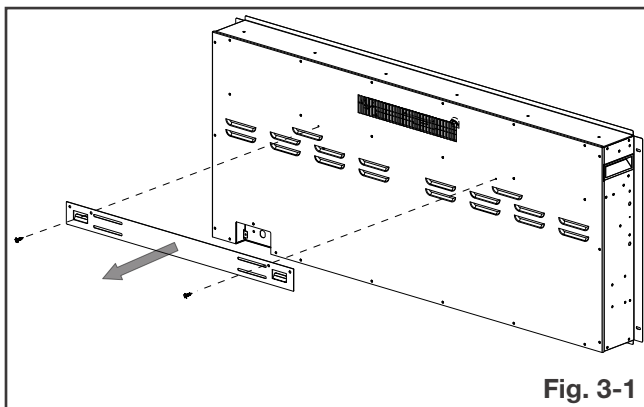

Fig. 3-1
- D. Placez l'appareil face vers le bas sur une surface doux et non-abrasive. Retirez le support de montage de l'arrière de l'appareil en retirant les deux vis (**Fig. 3-1**). Mettez de côté le support et jettz les vis.